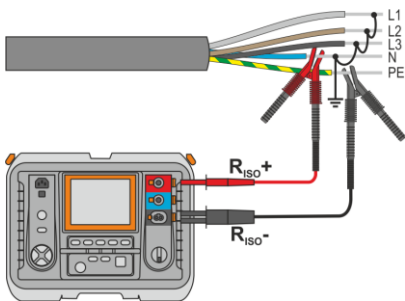

Fig. 4.1. Medición del cable no apantallado
- En caso de los cables energéticos hay que medir la resistencia de aislamiento entre cada conductor y los otros conectados a tierra (**Fig. 4.1, Fig. 4.2**). En los cables apantallados también se conecta la pantalla.